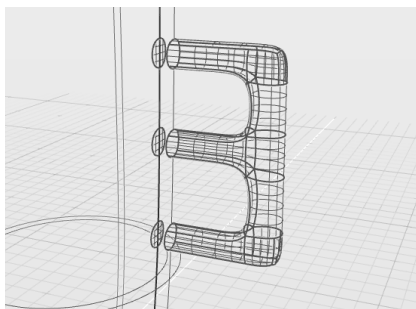

图 7-50 正确交切结果
3) 选中刚才创建的交切对象，按空格键切换至编辑参数状态。随后缩放视图，把所有交切造成的环形面，以及圆形面片都选中并移除，最终效果应如图 7-50 所示。